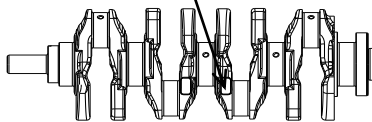

Рис. 3-6
- Коленчатые валы данного двигателя делятся по диаметру шатунных шеек также на три группы, обозначаемые буквами А, В или С. Обозначение наносится на обработанную плоскость пятой щеки вала, как показано на рис. 3-6.